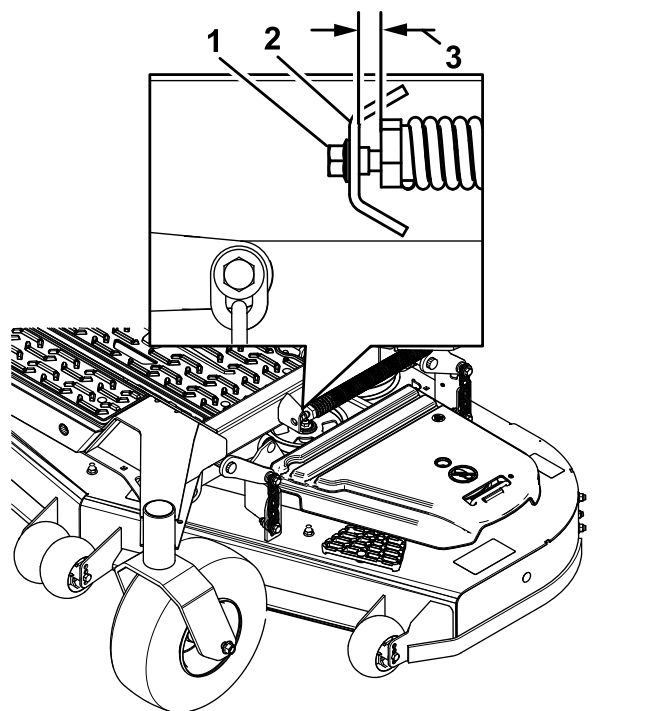

Bild 88
10. Lösen Sie langsam die Einstellschraube an der Feder der Hubhilfe, bis Sie die Schraube entfernen können (Bild 88).